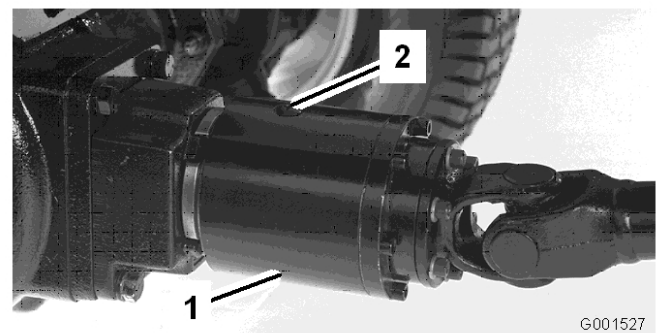

Bild 56
3. Drehen Sie die Kupplung, sodass die Ablassschraube nach unten zeigt (Bild 56).